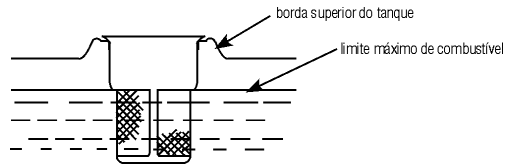

Fig. 12 – Nivel máximo de combustible
- 2.5.8. Antes de cada operación y con la motobomba apagada y nivelada verifique el nivel de combustible. Para verificar el nivel de combustible retire la tapa del tanque y tome como base la fig. 12. Nunca sobrepase el límite máximo.